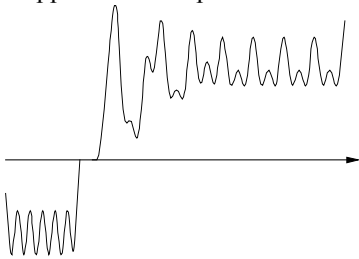
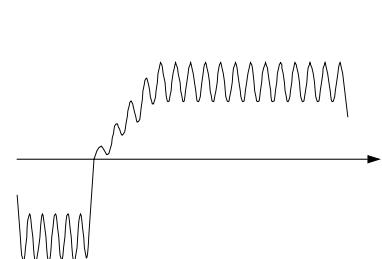

FIGURE 1.
FIGURE 3.
- Rebrancher les alimentations, mettre sous tension et débloquer le variateur (RUN). Observer la forme d'onde du courant d'induit tout en changeant la polarité du signal de la demande en courant (par la variation de la consigne de vitesse). A chaque changement de polarité de la demande en courant, le courant doit s'accroître rapidement mais sans dépassement transitoire, puis doit rester stable. Si nécessaire, régler très doucement P6 et P7 pour obtenir les performances dites "d'Amortissement Critique", c'est à dire la réponse la plus rapide possible sans dépassement comme cela est montré à la figure 3.
Les figures 1 et 2 montrent la forme d'onde du courant d'induit dans le cas où P6 et P7 sont correctement réglés, et indiquent le réglage à accomplir pour obtenir la forme d'onde montrée en figure 3.